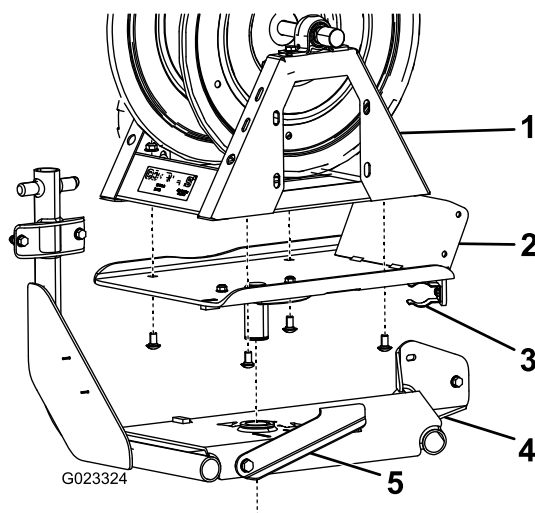

Figura 9
2. Ataai placa pivotantă la partea inferioară a tamburului pentru furtun utilizând 4 uruburi de fixare i 4 piulie cu guler (3/8") (Figura 9).
3. Aezai placa pivotantă în orificiul de pe cadrul tamburului pentru furtun (Figura 9).